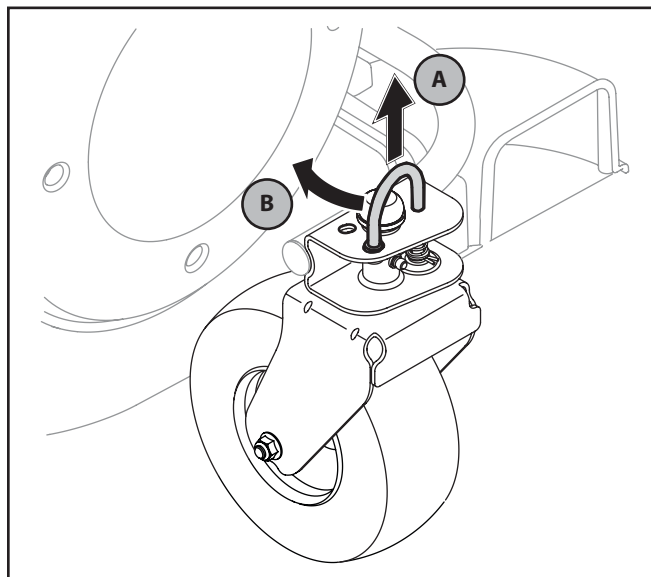

Figura 5-2
1. Para trabar la ruedita, levante la clavija de fijación y gírela hacia atrás, liberándola en el orificio más grande. Vea la Figura 5-2.